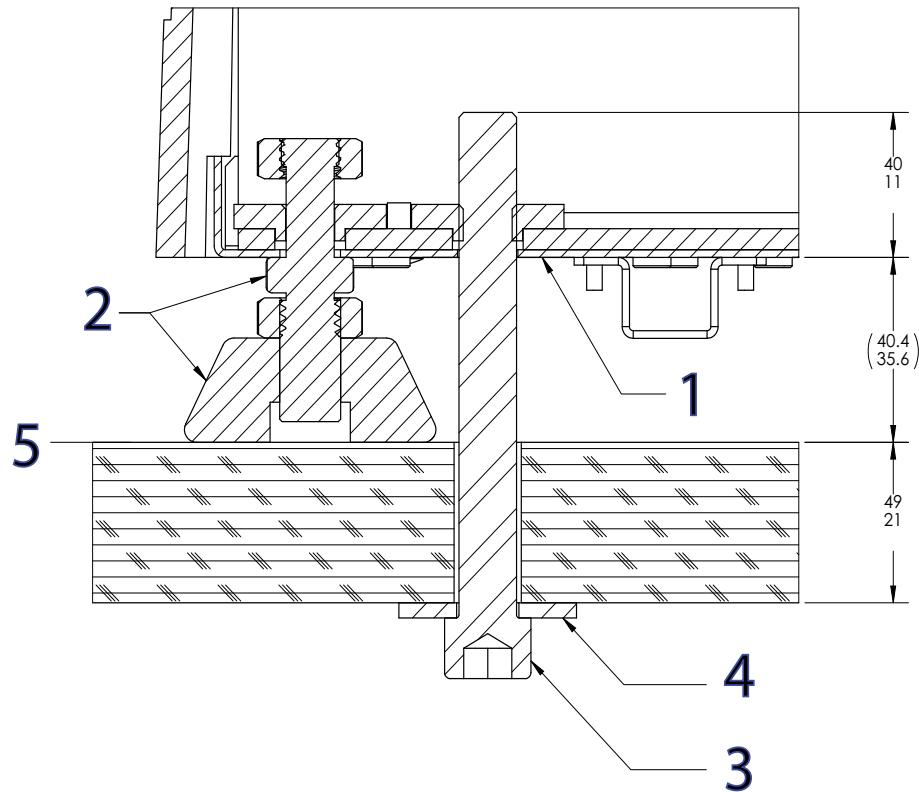

Figure 15. Fixez le bâti sur le plan de travail
Légende pour Figure 15
3. Installez chaque boulon et rondelle surdimensionnée comme indiqué dans la Figure 15 à la page 70.